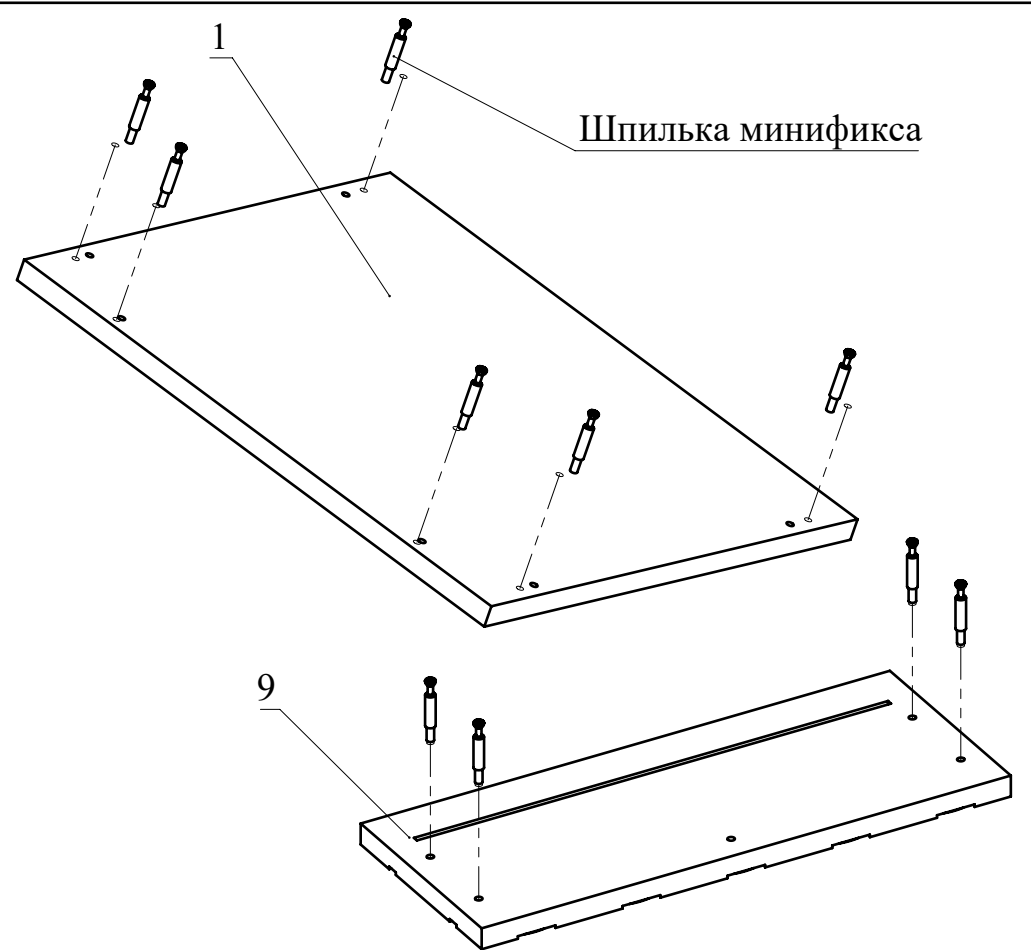

Рис.1
1. Вкрутите шпильки минификсов в детали 1, 9 (Рис. 1).